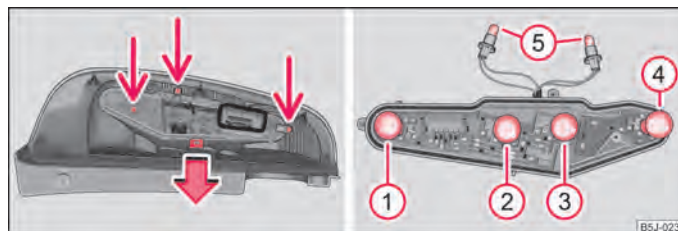

Fig. 161 Demontarea părții centrale a lămpii / Poziția de montare a lămpii
- Pentru a avea acces la lămpi, deșurubați partea de centru a lămpii și desprindeți fixajul ⇒ fig. 161 - stânga. ▶
- Pentru a înlocui becul luminii de staționare, rotiți dulia becului ⑤ până la limită spre stânga (în direcția săgeții de pe carcasă) și scoateți dulia din carcasă ⇒ fig. 161.
Disponerea becurilor din unitatea de iluminare din spate ⇒ fig. 161 dreapta.